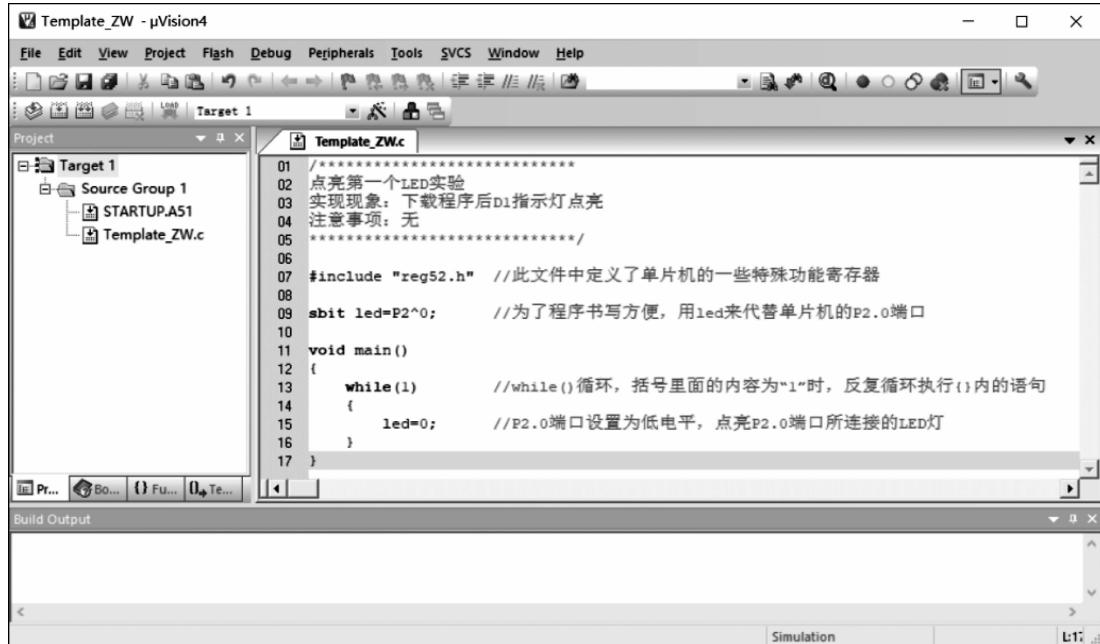

图1-15 在Keil软件的c文件中编写单片机程序
(3) 编写程序。在新建的“Template\_ZW.c”文件中利用Keil C51语言进行程序的编写，编写好程序后的软件界面如图1-15所示。
在图1-15所示的程序中，“/\*\*\*\*”和“\*\*\*\*/”中间的内容和“//”后面的内容是程序的注释，除了注释以外的代码都是单片机程序的主体。